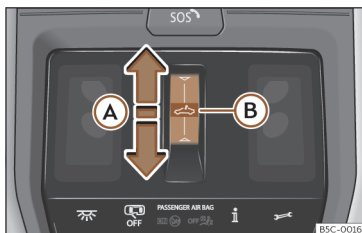

Fig. 89 No revestimento interior do teto: botão do teto de vidro.
- Movimento automático: deslize o dedo para trás sobre a área funcional »» **Fig. 89 (A)**.
- Antes de decorrerem aprox. 5 segundos da ativação da função antientalamento, deslize o dedo para a frente sobre a área funcional >>> **Fig. 89** **Ⓐ** e mantenha pressionado até o teto se fechar totalmente.